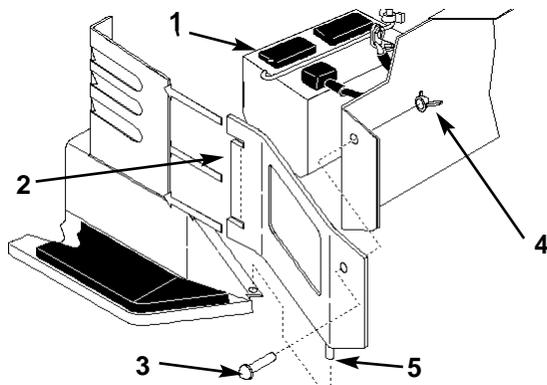

Bild 36
3. Zum Entfernen der Batterie, die Seitenwände abnehmen (Bild 36). Die Flügelmutter und Schrauben entfernen und anheben, bis sie frei vom Stehbolzen sind, dann die Wandlaschen aus dem Lenkgehäuse herausschieben.
7. Die Batterie in das Chassis einführen (Bild 36).
11. Die Seitenwände durch Einschieben der Wandlaschen in das Lenkgehäuse und Einführen des Stifts in den Flansch des Fußbretts montieren. Mit Schrauben und Flügelmutter absichern (Bild 36).